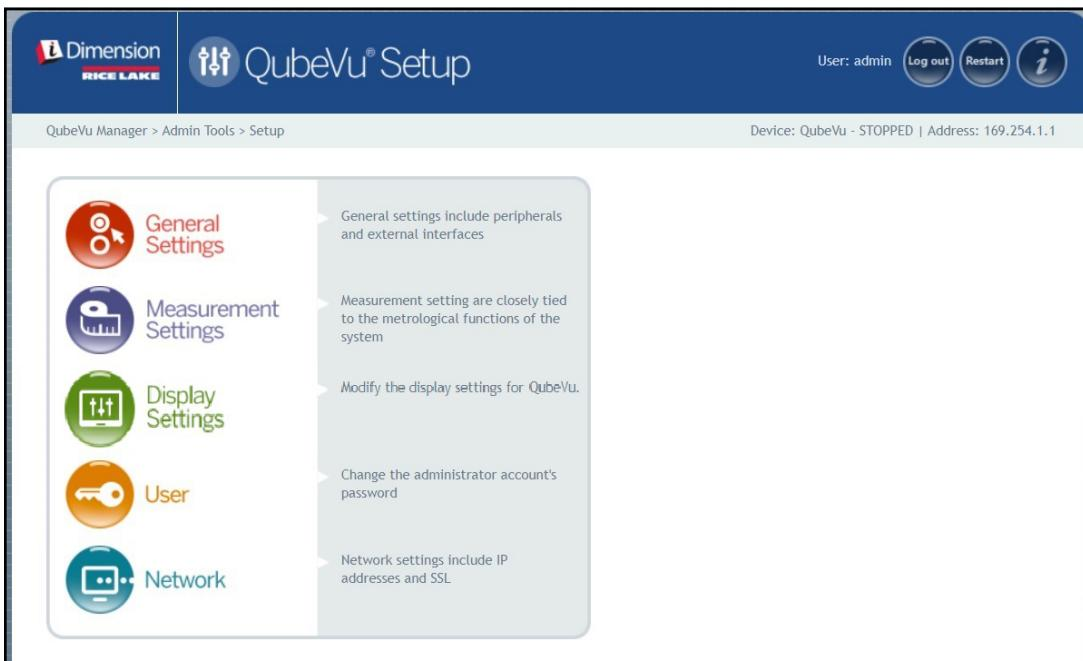

Figure 5-1. Menu Setup (Configuration)
- Sélectionnez  **General Settings** dans le menu **Setup** (Configuration) (Figure 5-1, page 23). Le menu **General Settings** (Réglages généraux) s'affiche.
- Sélectionnez  **Measurement Settings** dans le menu **Setup** (Configuration) (Figure 5-1, page 23). Le menu **Measurement Settings** (Paramètres de mesure) s'affiche.